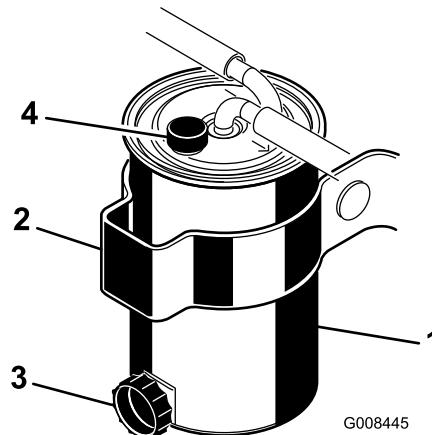

図 47
2. フィルタ容器(図 47)の周辺をウェスできれいにぬぐう。
4. フィルタのドレン・プラグとブリーザ・バルブを開く(図 47)。